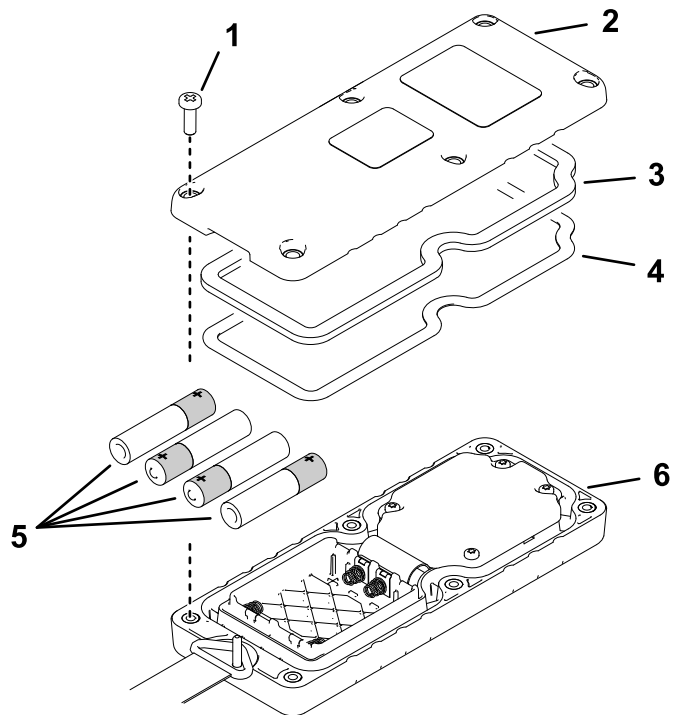

图 6
2. 将电池逐一放入电池端子仓位遵循正确的电池极性图 6。
3. 确保钢垫片和橡胶密封件正确放置于遥控器的槽内然后将后盖放回原位图 6。
4. 用 6 个螺丝固定后盖图 6 上紧螺丝扭矩至 1.51.7N·m。